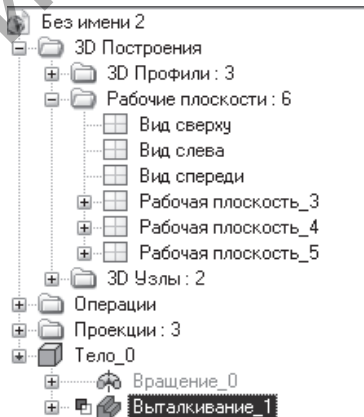

Рисунок 13.6
6. Выберите в меню команду «Операции→Массив→Круговой». В окне «Общие» на вкладке параметров команды укажите вариант «Массив операций», а в окне «Поворот» — «Общий угол и шаг». В начале выполнения команды в автоменю будет доступна кнопка «Выбор 3D-операции». Выберите операцию непосредственным указанием на вкладке «3D-Модель» (рис. 13.6).